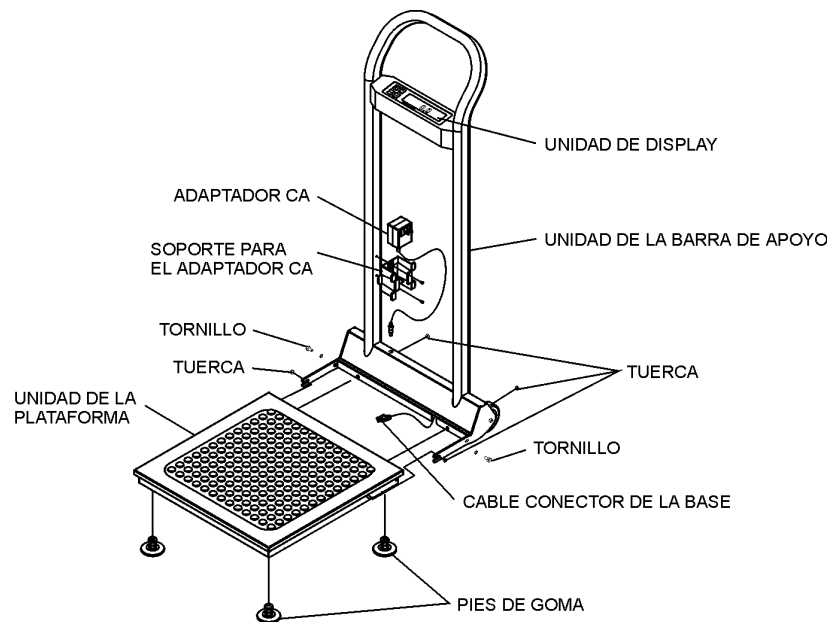

Figura 1. Montaje Después del Envío
4. Mantenga la unidad de la barra de apoyo perpendicular a la unidad de la plataforma, como mostrado en la Figura 1.